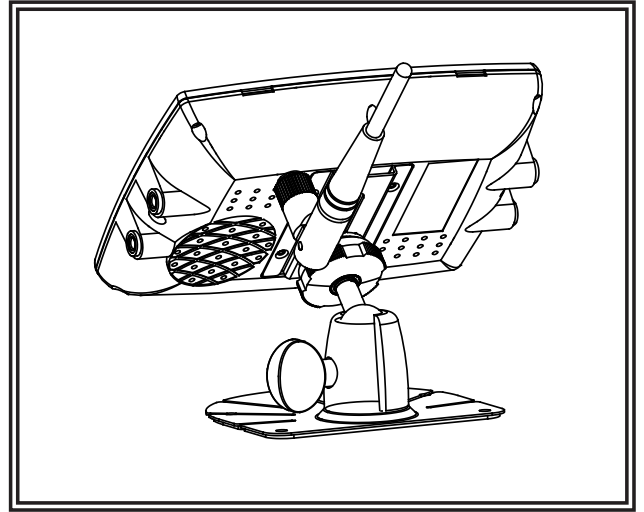

Figura 7
2. Fije el monitor en el soporte de la base y regule el ángulo de visión. (Figura 7)